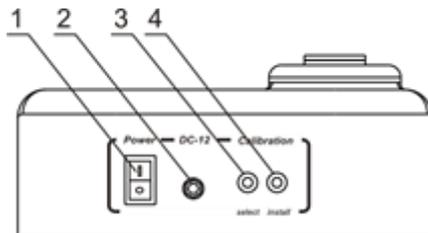

Рисунок 2.
1. Подсоедините внешний блок питания к сети. Включите прибор, переведя переключатель **Power** (рис. 2/1) на задней панели.
4. Подсоедините внешний блок питания к сети. Включите прибор, переведя переключатель **Power** (рис. 2/1) на задней панели.
5. Нажмите кнопку **Select** (рис. 2/3) на задней панели прибора.
7. **Пустое гнездо.** На дисплее появится индикация **---**. Нажмите кнопку **Install** (рис. 2/4) для сохранения значения пустого гнезда. Экран покажет следующее требуемое значение калибровки.